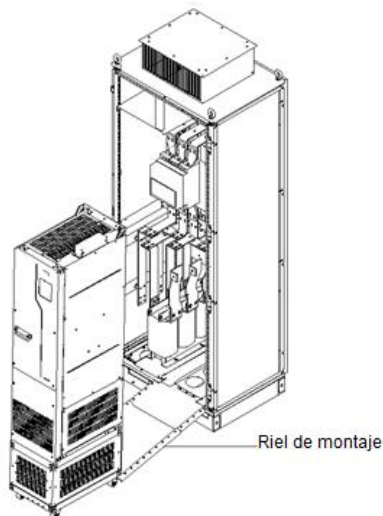
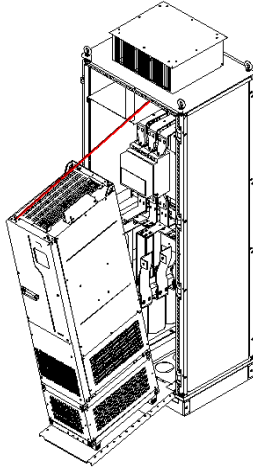

Figura 4-15 Alineación de las ruedas de la unidad VFD con el riel de montaje
Figura 4-16 Empujar la unidad VFD hacia el armario lentamente
- ✧ La unidad VFD se puede introducir y extraer del armario solamente después de que las ruedas estén alineadas con el riel. Para garantizar la seguridad, disponga de dos personas para empujar la unidad VFD dentro o fuera del armario. Consulte Figura 4-15 y Figura 4-16.
4	Disponga de dos personas para alinear las ruedas de la unidad VFD con el riel de montaje y empuje la unidad VFD hacia el armario. (Consulte Figura 4-15 y Figura 4-16. Utilice la cuerda auxiliar de montaje para evitar que la unidad VFD se incline lateralmente durante la introducción o extracción)